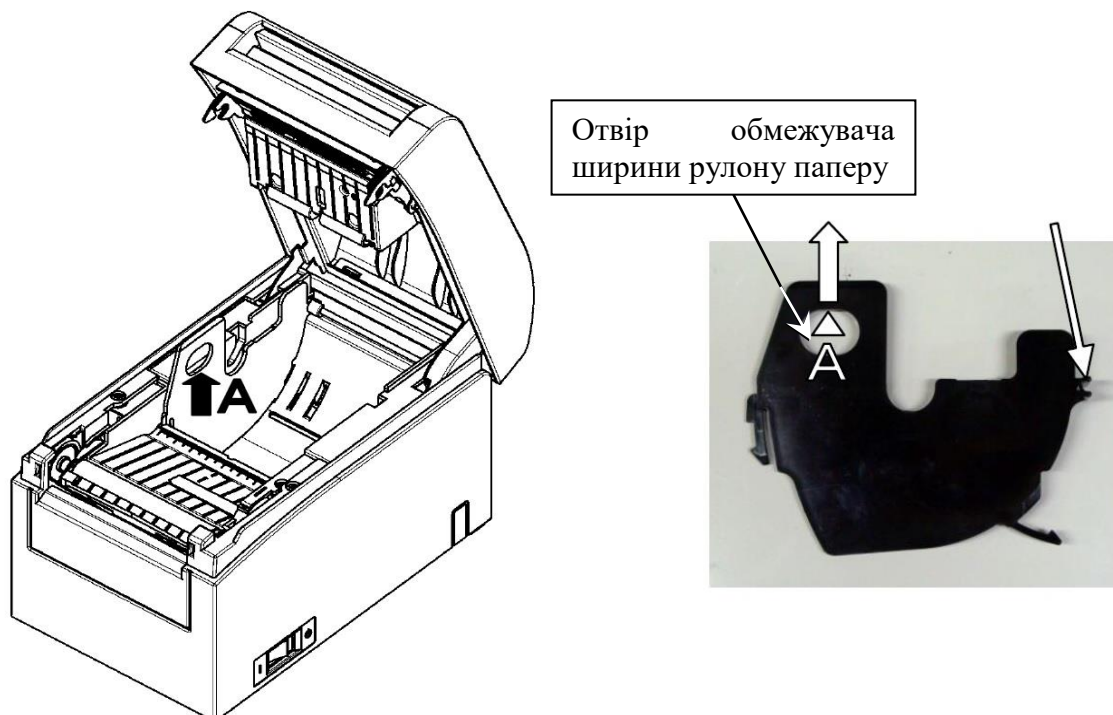

Рисунок 11
- вийняти обмежувач ширини рулону паперу із ніші реєстратора. Для цього необхідно потягнути за отвір обмежувача доверху (рисунок 11);